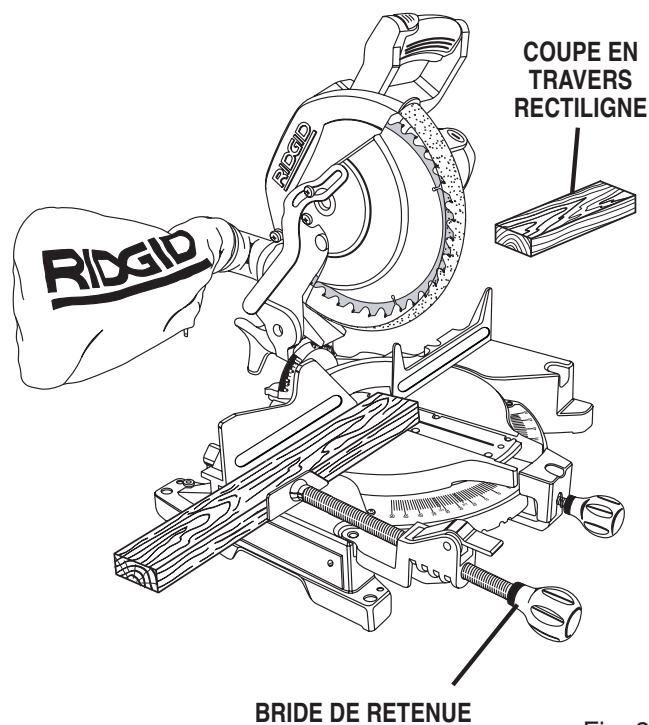

Fig. 25
- Tenez la pièce fermement à l'aide d'une main et retenez-la bien contre le guide. Utilisez la bride de serrage ou une serre en C pour fixer la pièce tant que possible. Voir figure 25.
- Abaissez lentement la lame dans la pièce pour la couper. Voir figure 25.